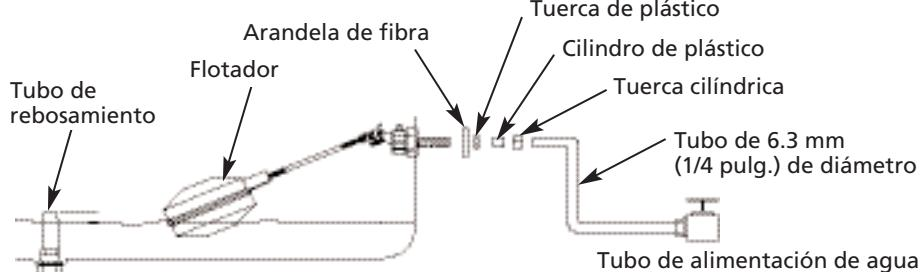

Figura 2 – Instalación del Flotador
- Coloque el cilindro de plástico en la tuerca cilíndrica y continúe montando el resto de las partes del cuerpo del flotador como se ilustra en la Figura 2.